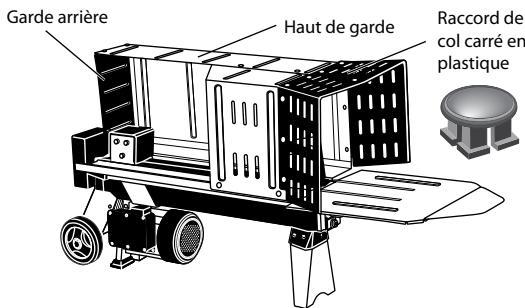

Fig. 4
6. Assurez-vous que les trous des capots de protection latéraux gauche et droit soient alignés avec les trous du capot d'origine, utilisez 12 attaches plastiques à col carré pour assembler les capots de protection latéraux droit et gauche et le capot d'origine. Utilisez ensuite les attaches plastiques à col carré pour assembler les capots de protection droits et arrières (Fig. 4).